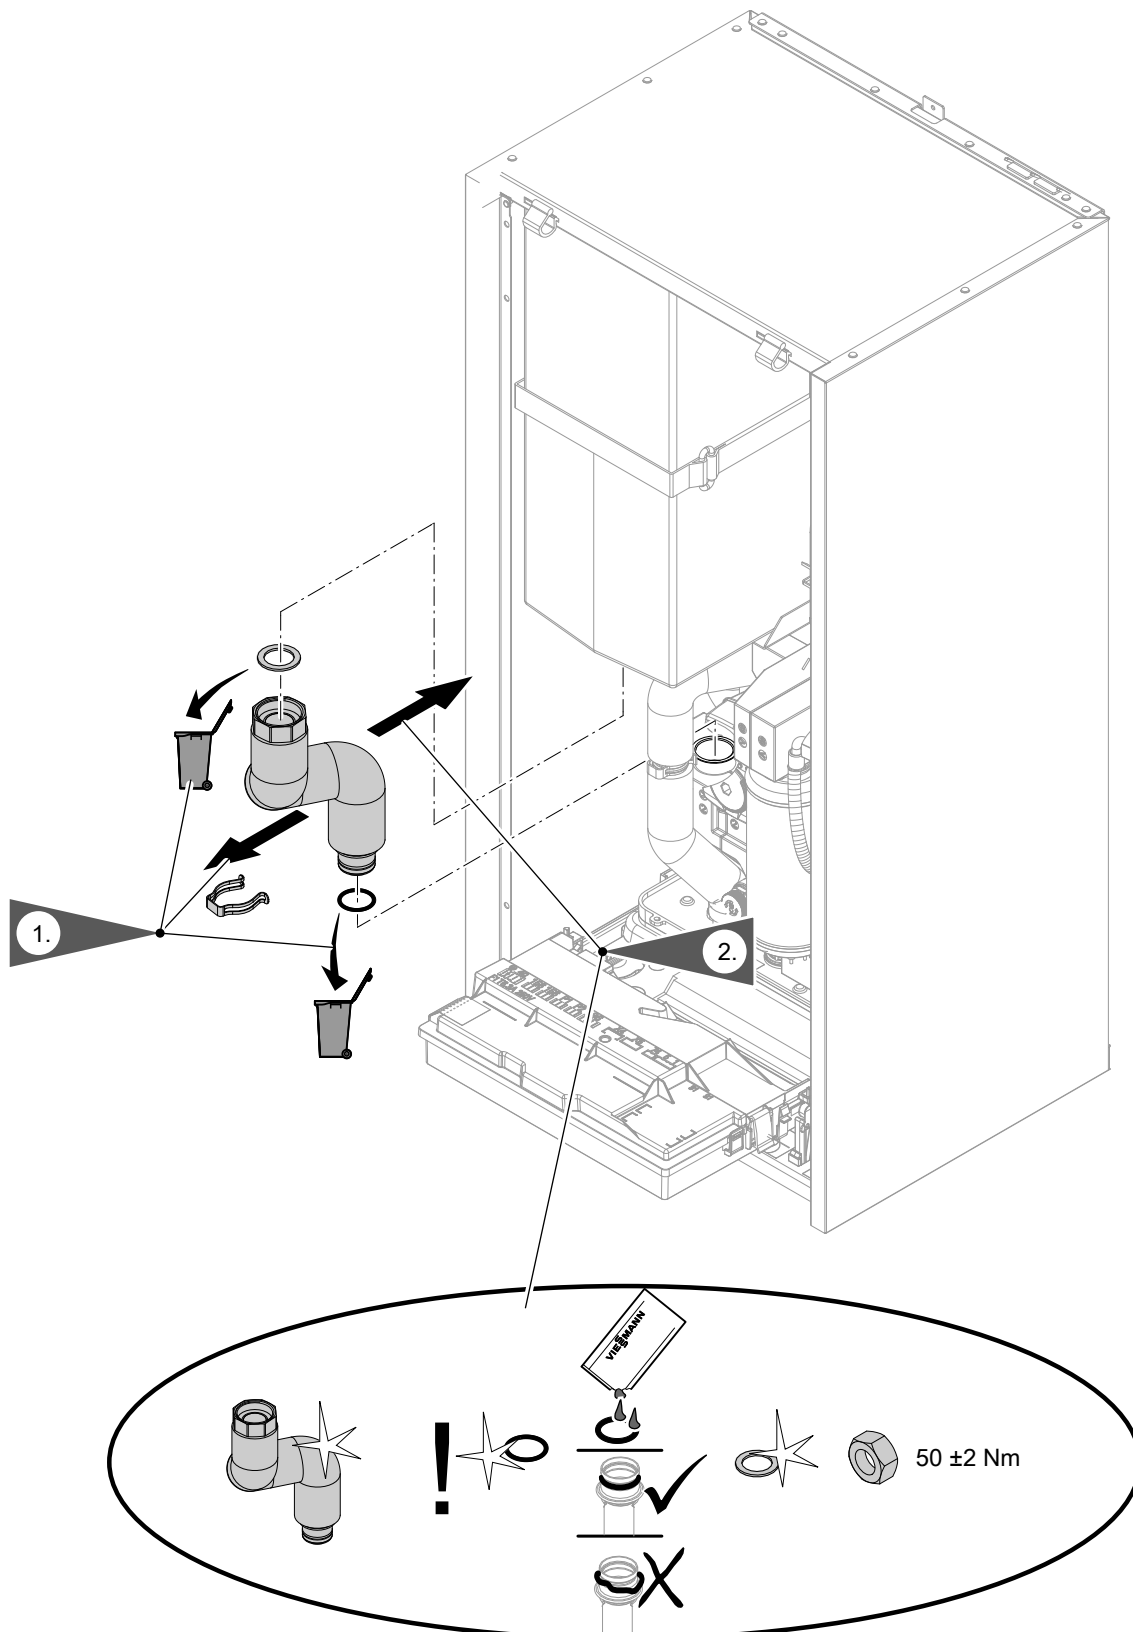
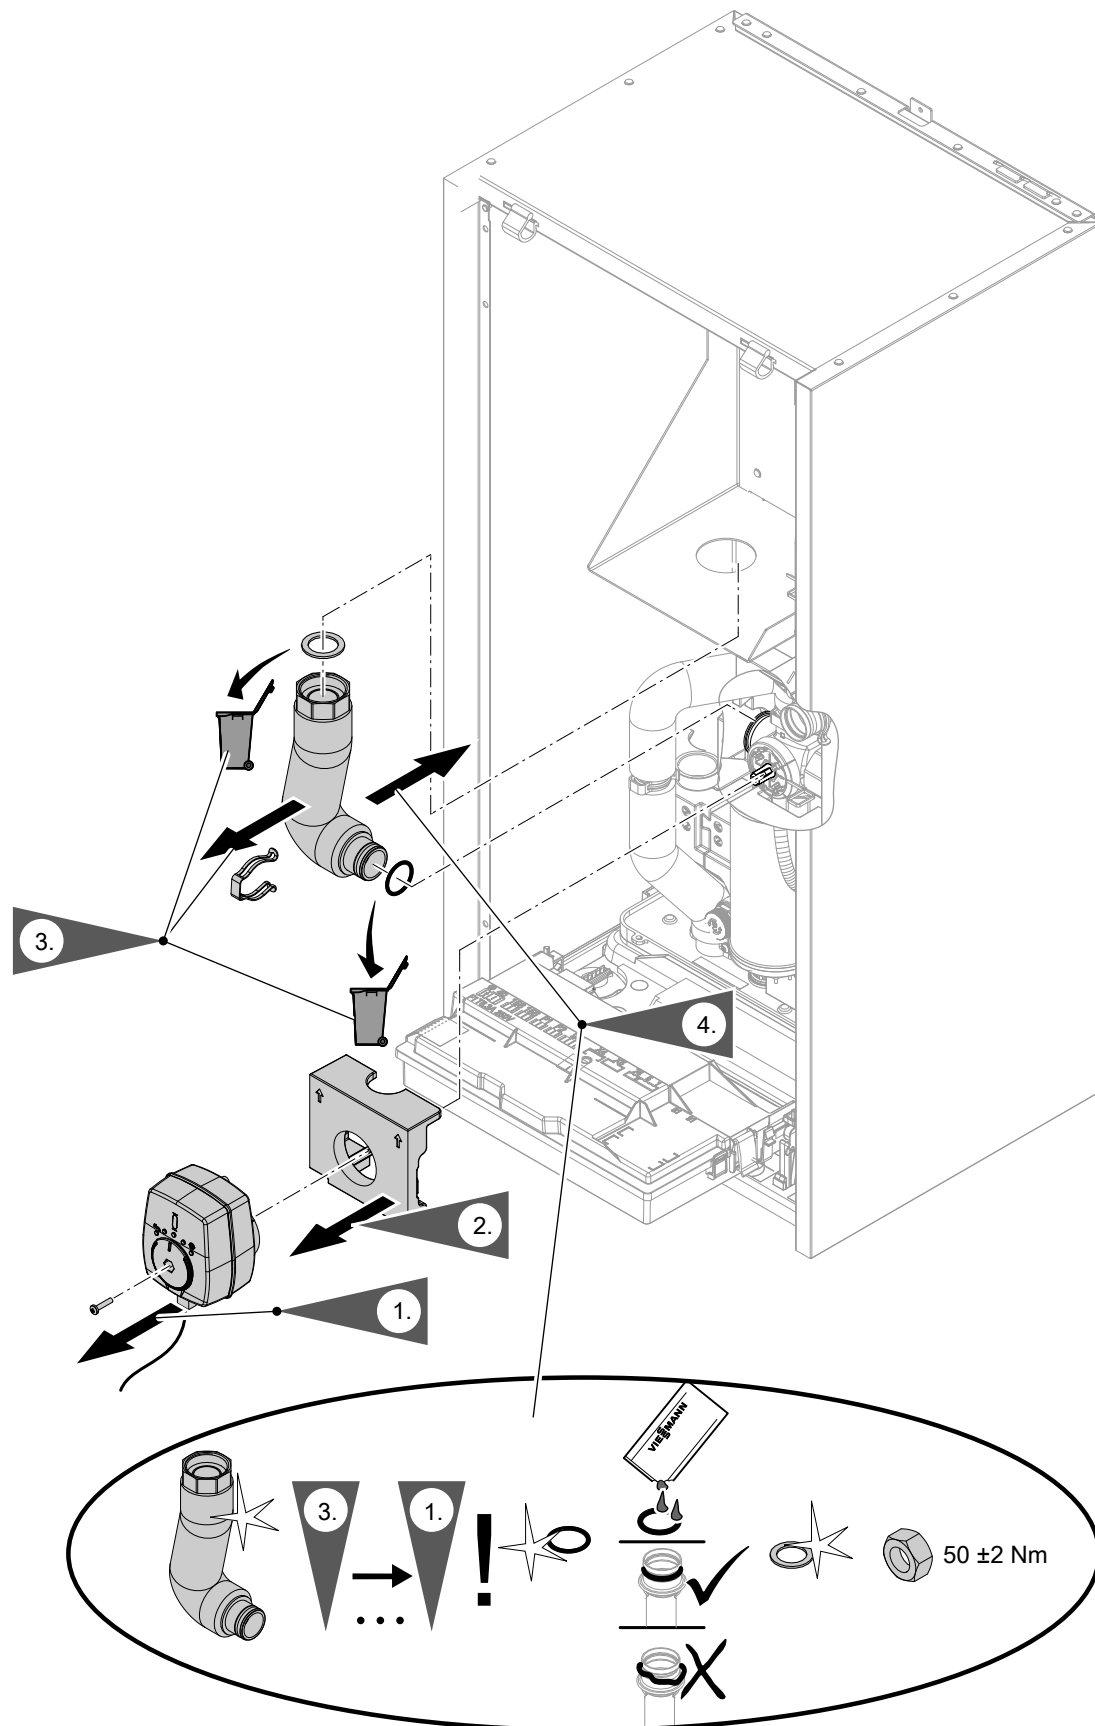

Abb. 89
Abb. 90
- Hydraulische Leitungen: Siehe Abb. 89 bis Abb. 90.